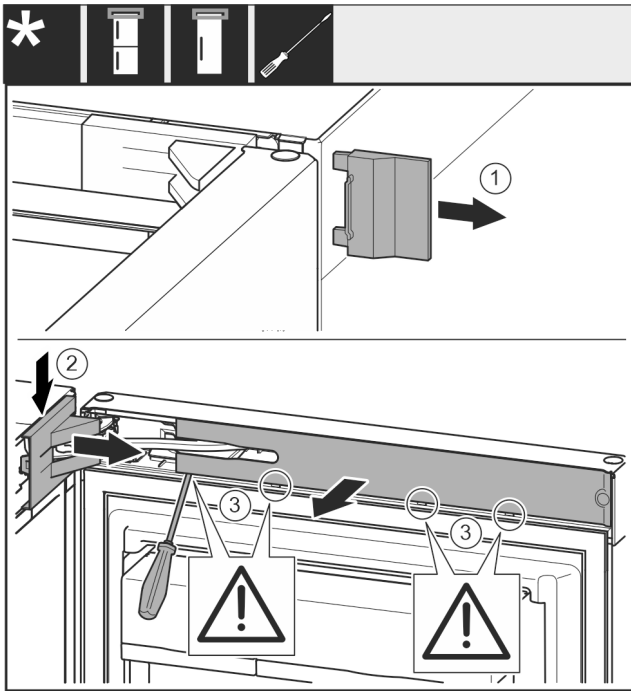

Fig. 8
- Afdekking Fig. 8 (1) wegnemen.
- Lagerbokafdekking Fig. 8 (2) ontgrendelen en losmaken.
- Lagerbokafdekking Fig. 8 (2) wegnemen.
- Paneel Fig. 8 (3) met een platte schroevendraaier ontgrendelen en opzij draaien.